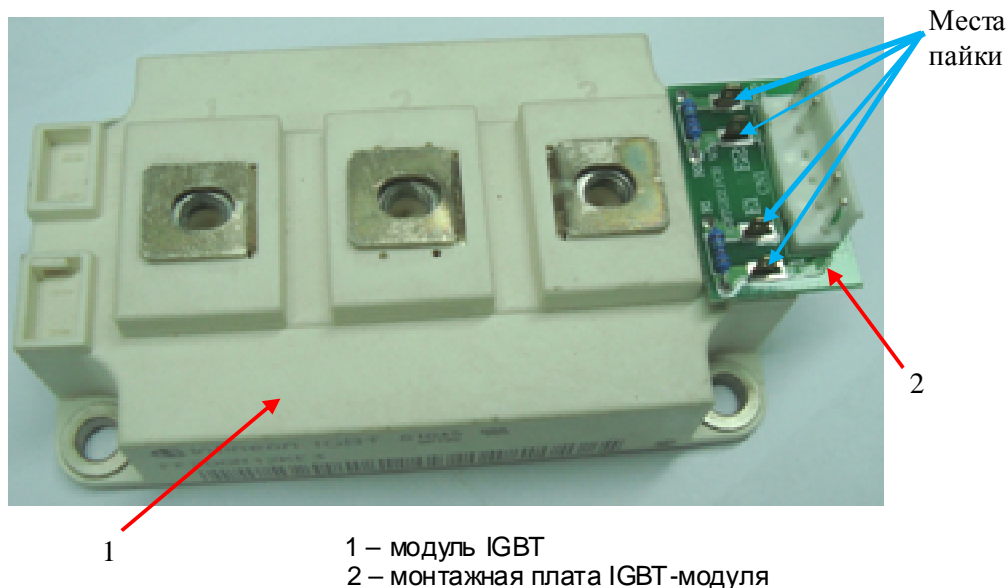

Рис. 7.4.
7.2.3. Установить монтажную плату на модуль IGBT, продев ножевые контакты модуля в прорези платы с контактными площадками (рис. 7.4). Паять контакты модуля IGBT к плате.